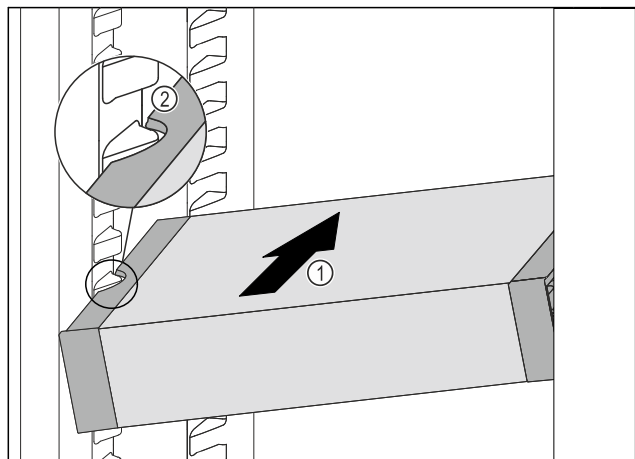

Fig. 93
- ▶ VarioSafe schuin in het koelgedeelte schuiven Fig. 93 (1), tot de uitsparingen aan de zijkant Fig. 93 (2) van de VarioSafe op de hoogte van de rib in het koelgedeelte zitten.